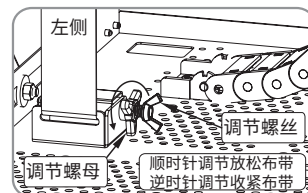

图16
- 左侧布带高度调节（图16），先拧松左侧调节螺母（从中间往左侧看的逆时针方向），转动左侧的调节螺丝，可以放松或者收紧布带；顺时针调节放松布带，左侧降低相应高度，逆时针调节收紧布带，左侧升高相应高度；